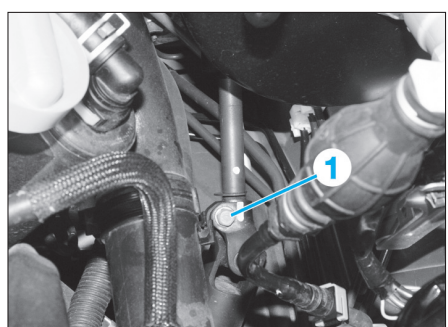

FIG. 11
- Dévisser la vis (1) du joint de cardan de l'arbre supérieur et de l'arbre inférieur (Fig.11).